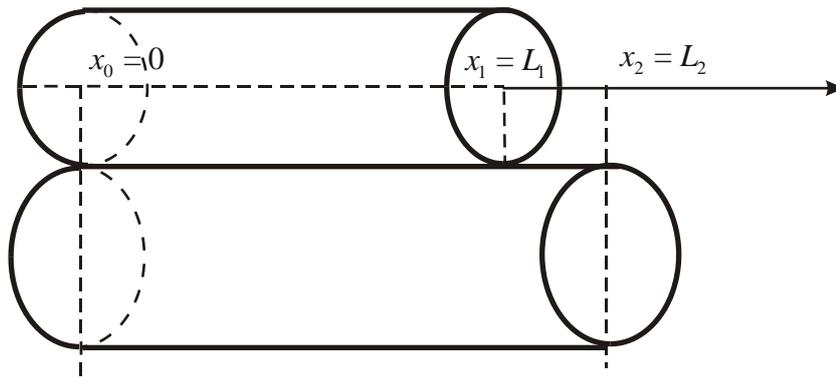

Figure 4
14. Les deux cylindres  $A_1$ , de section  $S_1$  et de longueur  $L_1$  et  $A_2$  de section  $S_2$  et de longueur  $L_2$  sont associés en « parallèle » (figure 4). On note  $P_0$ , la pression sur les faces d'entrée pour  $x_0 = 0$  et  $P_1$ , la pression sur les faces de sorties ( $x_1 = L_1$  pour  $A_1$ , et  $x_2 = L_2$  pour  $A_2$ ).